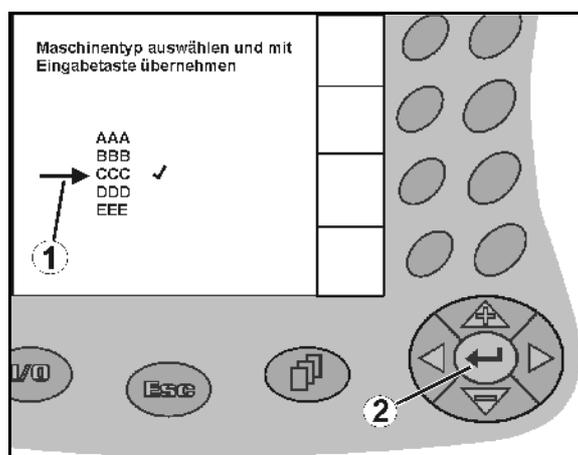

Fig. 14
- Auswahlpfeil (Fig. 14/1) mit  und  positionieren.
-  Die Auswahl übernehmen (Fig. 14/2).